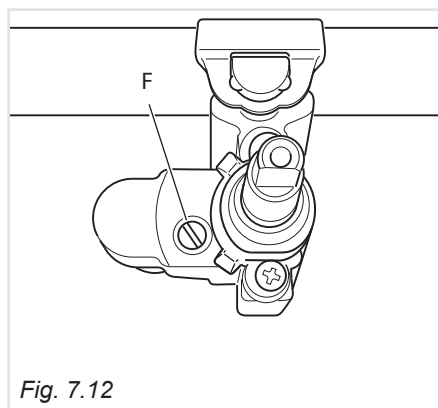

Fig. 7.12
- Togliere la manopola ed agire sulla vite F (fig. 7.12) fino ad ottenere la fiamma desiderata.